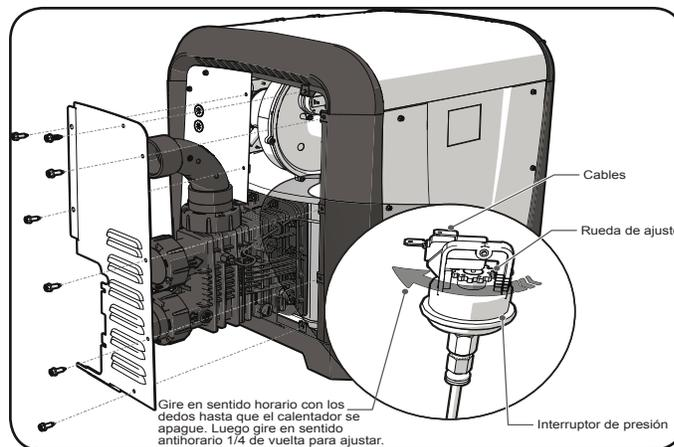

Figura 10. Interruptor de presión de agua
- Retire el panel lateral para poder acceder al interruptor de presión de agua. Ver Figura 10.
- Gire lentamente la rueda de ajuste del interruptor de presión en sentido antihorario un cuarto de vuelta. El calentador debería volver a encenderse. Ver Figura 10.